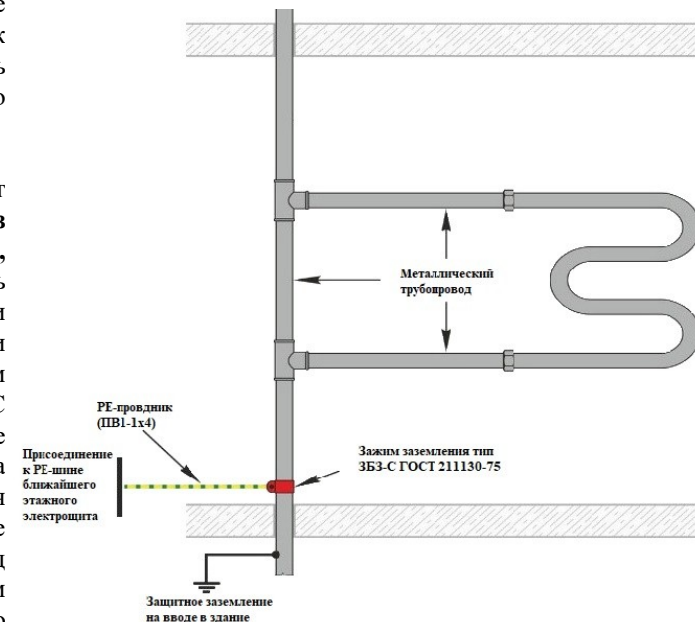

Рис. 3.
1. Если стояк и отводы от него полностью из металлических труб, достаточно соединить надежным контактом (при помощи хомута или приварки лепестка с болтовым соединением) сам стояк ГВС медным проводом сечения не менее 4 мм2. Далее от стояка ГВС нужно присоединиться этим проводом к РЕ-шине (Рис. 3) (заземление, провод обозначается желто-зеленым цветом) ближайшего этажного электрощита.